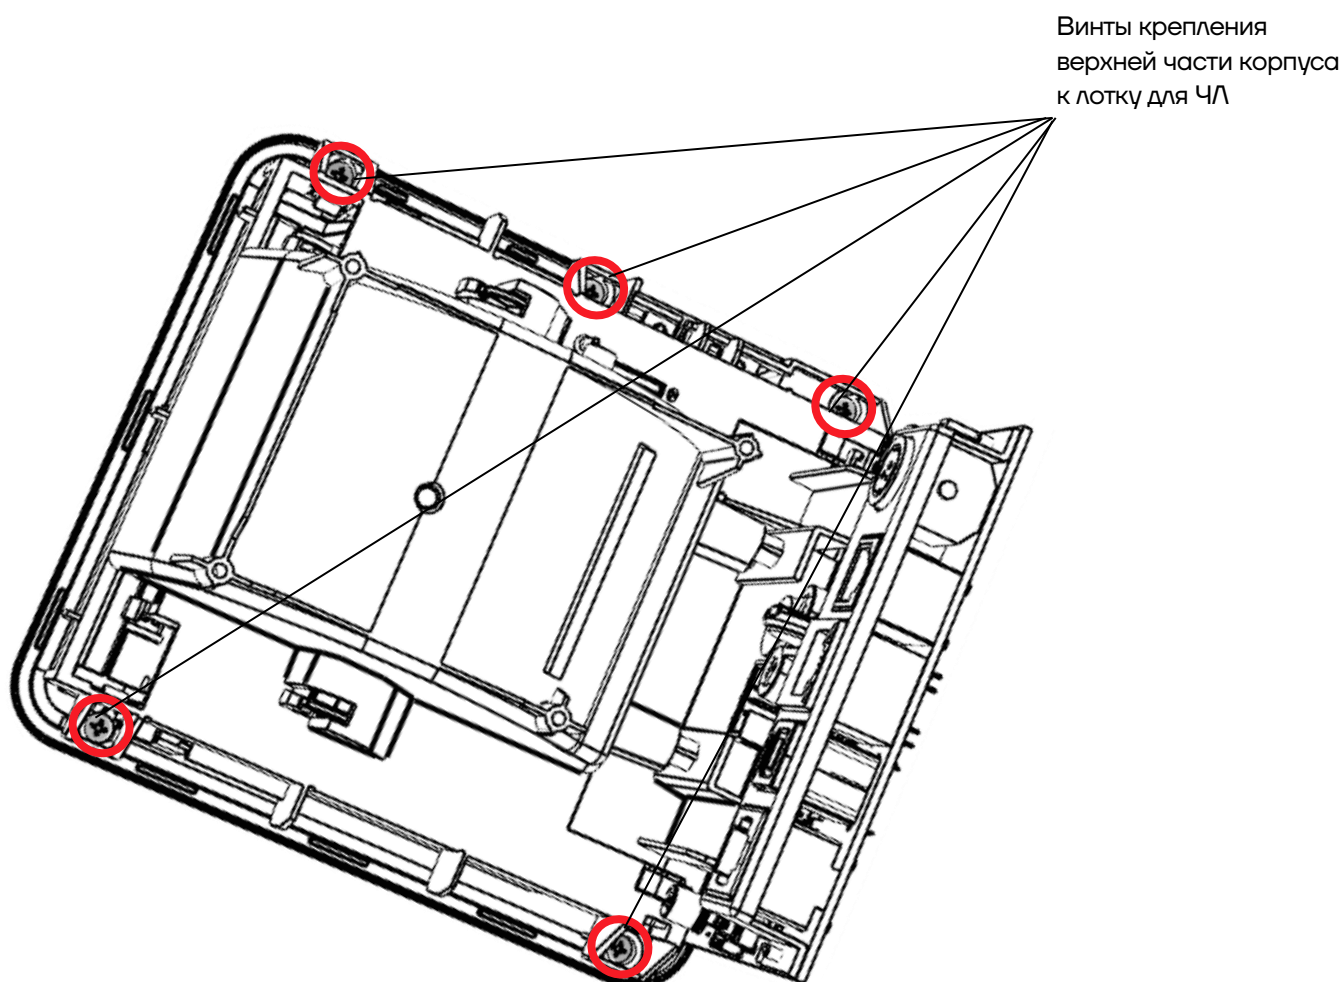
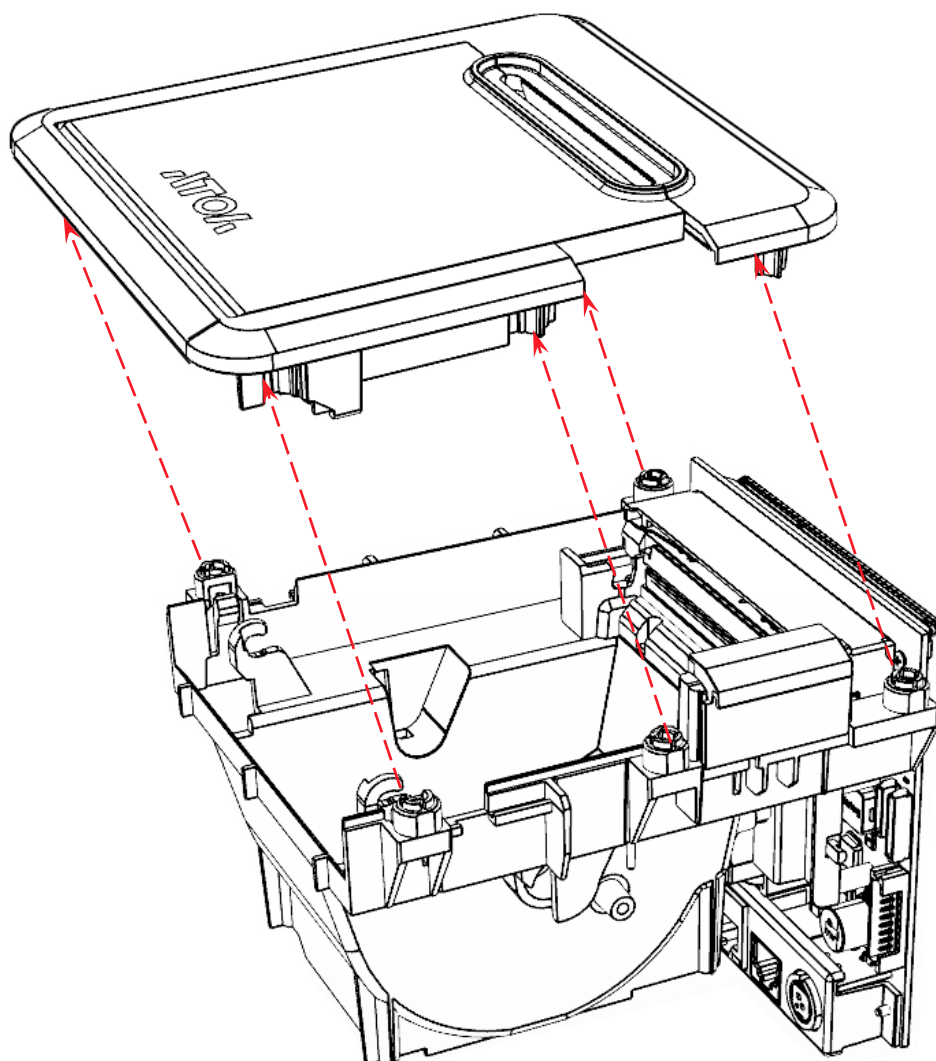

Рисунок 18. Расположение винтов крепления верхней части корпуса
Рисунок 19. Отделение верхней части от лотка для ЧЛ с зафиксированным блоком управления
- 11** Установить пружины и кнопку открытия крышки лотка для ЧЛ (см. рисунок 20), совместить верхнюю часть корпуса с лотком для ЧЛ (см. рисунок 19), вкрутить винты (см. рисунок 18).
- 8** Установить пружины и кнопку открытия крышки лотка для ЧЛ (см. рисунок 20), совместить верхнюю часть корпуса с лотком для ЧЛ (см. рисунок 19), вкрутить винты (см. рисунок 18).